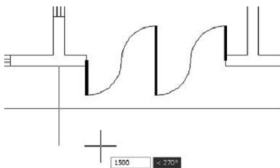

图 2.101 光标向下拖动并输入“1500”
⑤ 在**指定下一个点或【圆弧(A)/半宽(H)/长度(L)/放弃(U)/宽度(W)】**:提示下,将光标垂直向下拖动,输入“1500”后按 Enter 键,如图 2.101 所示。